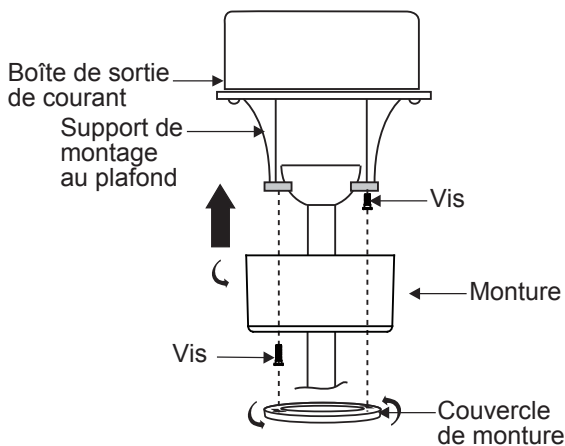

Fig. 16
**Étape 2.** Faites glisser la monture vers le haut jusqu'au support de montage et placez l'une des fentes en trou de serrure par-dessus la vis de montage du support de montage. Tournez la monture jusqu'à ce que la tête de vis se verrouille en place dans la section étroite du trou de serrure. (Fig. 16)
**REMARQUE :** Ajustez les vis de la monture au besoin jusqu'à ce que la monture et le couvercle de monture soit bien serrés. (Fig. 16)